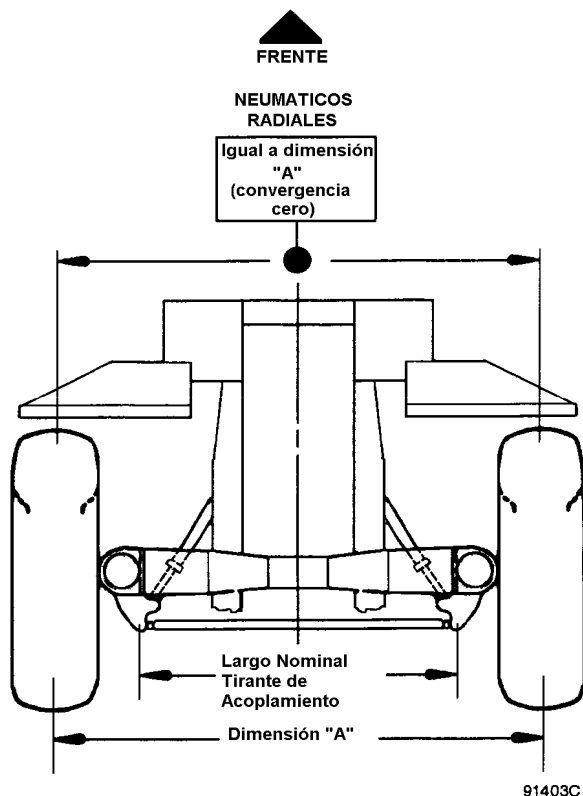

FIGURA 3-12. MEDICION DE LA CONVERGENCIA
3. Revise la convergencia midiendo la distancia entre los centros de los neumáticos delanteros. Estas mediciones se deben tomar en una línea central horizontal en los neumáticos delanteros y traseros. Consulte la Figura 3-12.